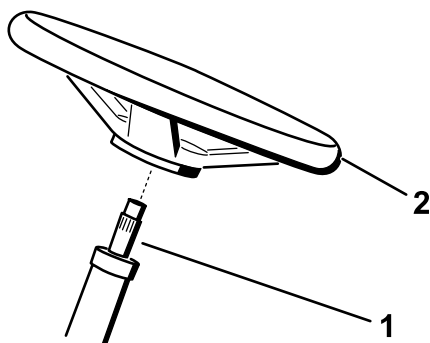

図 6
2. ステアリングシャフトに、ハンドルを取りつける 図 6。